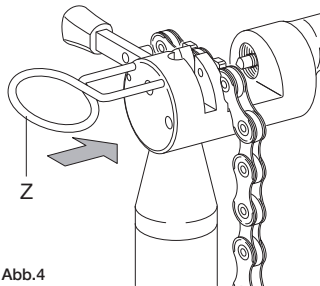

Abb.4
- Das Kettenglied mit der speziellen Sperrvorrichtung (Z) (**Abb. 4**) blockieren;